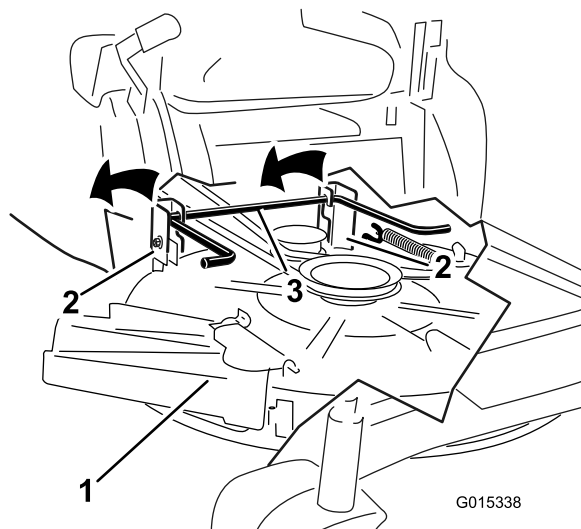

Figura 54
5. Eleve la parte trasera de la plataforma del cortacésped y coloque los soportes sobre la varilla de elevación trasera (Figura 54).
5. Eleve la carcasa del cortacésped y desenganche la varilla de elevación trasera de las pletinas de suspensión, y baje el cortacésped con cuidado al suelo (Figura 54).